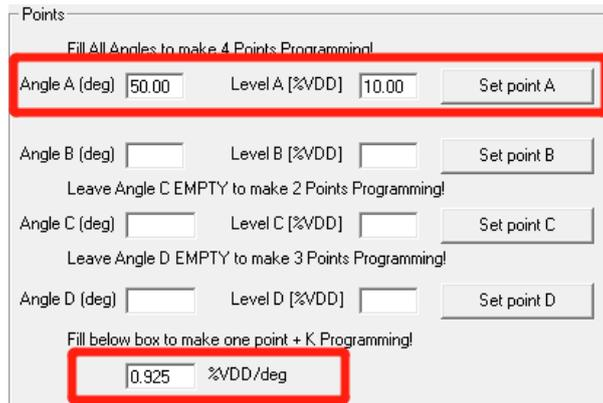

图 6.3.1 参数操作界面
- 2、将磁铁（传感器）角度置于需要编程的第一个位置，稳定后点击 Set Point A 按钮读取当前芯片角度值，并显示在 Angle A 中，当前读出芯片角度为 50.00°；手动设置编程的位置芯片需要输出的电压百分比的值及希望输出的直线的斜率值，此处写入 Level A（10%），斜率为 0.925%VDD/deg，即可完成芯片编程参数设置。（注：起点加斜率的编程方式，需要将 B、C、D 对应的 Angle 及 level 两框中的数据清除（图 6.3.1）。